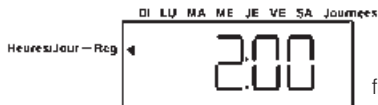

fig.13
- En utilisant les touches **↓↑** choisissez l'heure désirée pour la régénération (fig. 13).